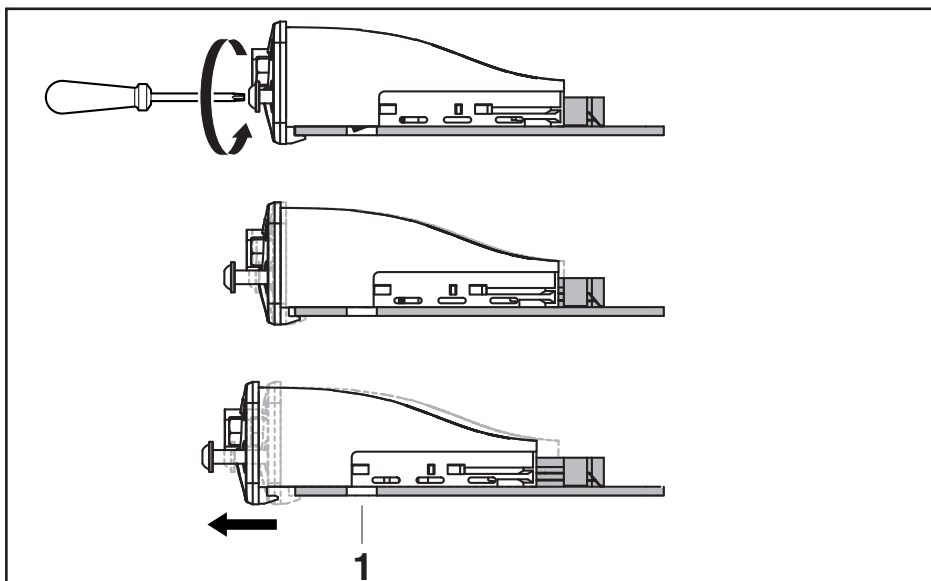

Abb. 4: Arretierung lösen
2. Frontseitige Torxschrauben lösen. Erst bei vollständig gelöster Arretierung (siehe Abb. 4) kann das Schnittstellenmodul IMmtcp herausgezogen werden.